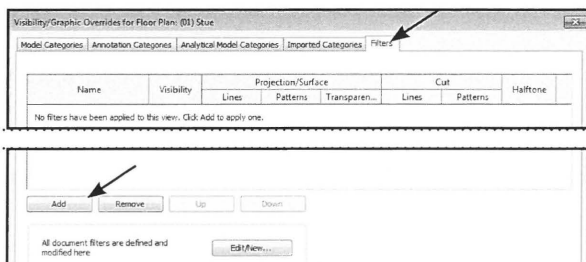

Fig. 13.06. Opret et nyt filter, ved at klikke på *Add*.
- Klik på *Filters* fanebladet (Fig. 13.06).
- Tryk *Add* for at tilføje en ny (Fig. 13.06).